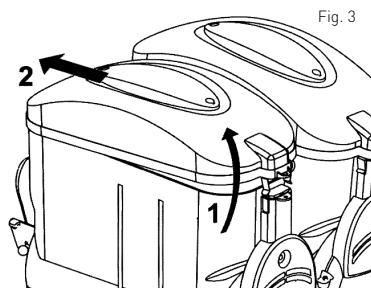

Fig. 3
- **AVERTISMENT:** Ingredientele alimentare trebuie turnate în vasul (2) doar când aparatul este oprit și scos din priză electrică.
- Pentru scoaterea capacului (1) al vasului (2), respectați prezentele instrucțiuni (Vezi : Fig.3):
- 2) Scoateți capacul (1) din opritorul situat în partea frontală.